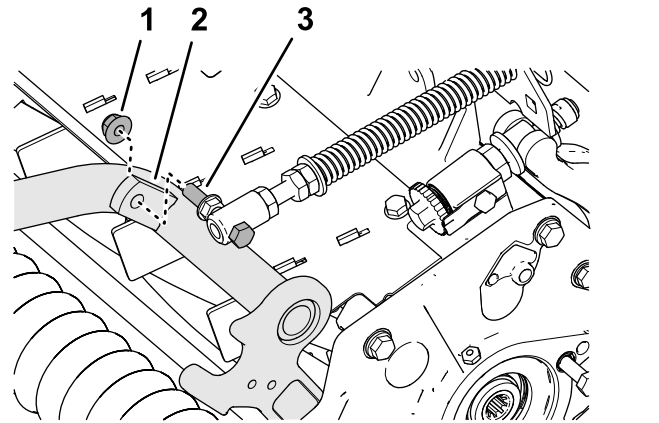

**Bild 19**
3. Entfernen Sie die Sicherungsbundmutter ( $\frac{3}{8}$ " ), mit der die Kopschraube der Rasenkompensierungsfeder an der rechten Lasche des Trägerrahmens befestigt ist, und nehmen Sie die Kompensationsfeder vom Mähwerk ab (**Bild 19**).